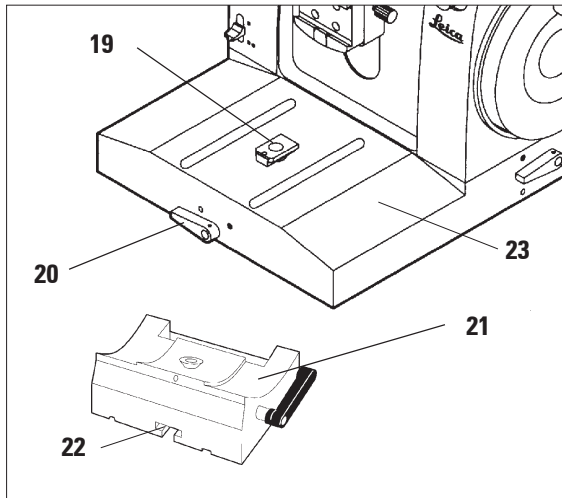

Abb. 10
- Probe durch Drehen des Grobtriebrades (31) in die hintere Endlage fahren. (siehe Kapitel 5.5).
- Klemmhebel (20, Abb. 10) vorn an der Mikrotomgrundplatte lösen und Messerhalterbasis mit Messerhalter bis kurz vor die Probe schieben. Siehe hierzu Abb. 10, S.17 bzw. Abb. 26, S.28.